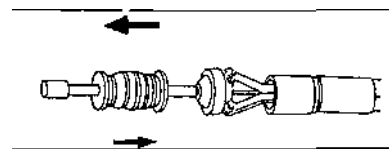

Рис. 6.19.
- извлечь из картера опорную втулку рейки (например, при помощи инерционного съёмника) (рис. 6.19).